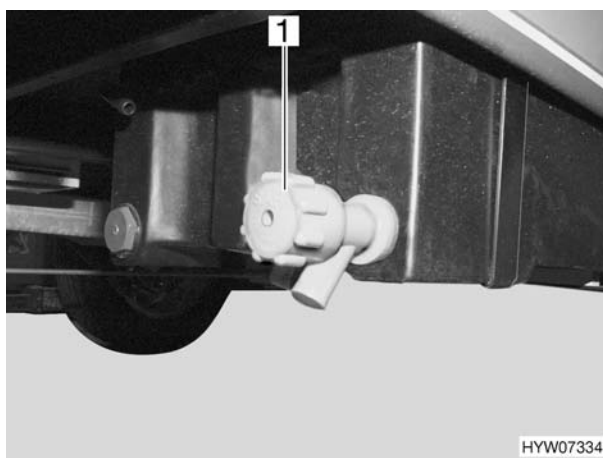

Fig. 92 Rubinetto di scarico per serbatoio delle acque grigie
- Girare il coperchio (Fig. 92,1) del rubinetto di scarico in senso antiorario.
- Girare il coperchio (Fig. 92,1) in senso orario.